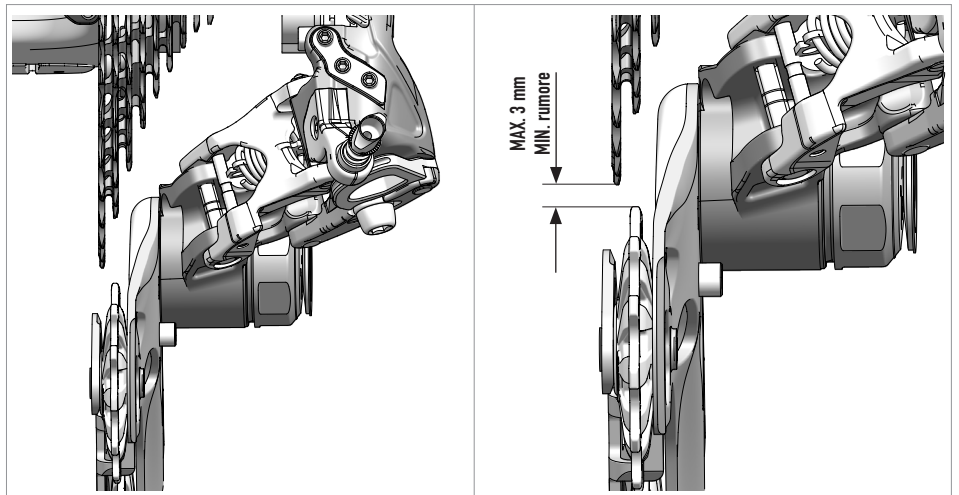

Abb.21
- Das obere Schaltröllchen muss den richtigen Abstand zum größten Ritzel haben (Abb. 21).